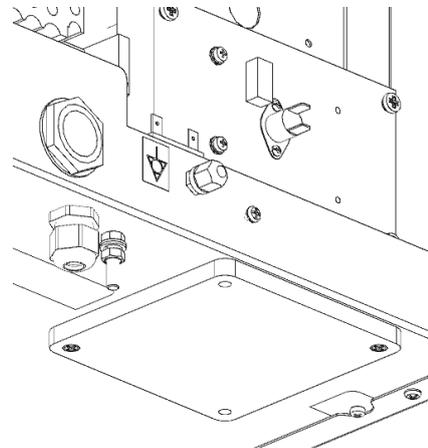

Рис. 5
2. На основании конвекционной печи (снизу) снять заглушку и в отверстие установить кабельный ввод КГВ-11 из комплекта зонта (см. Рис. 5);